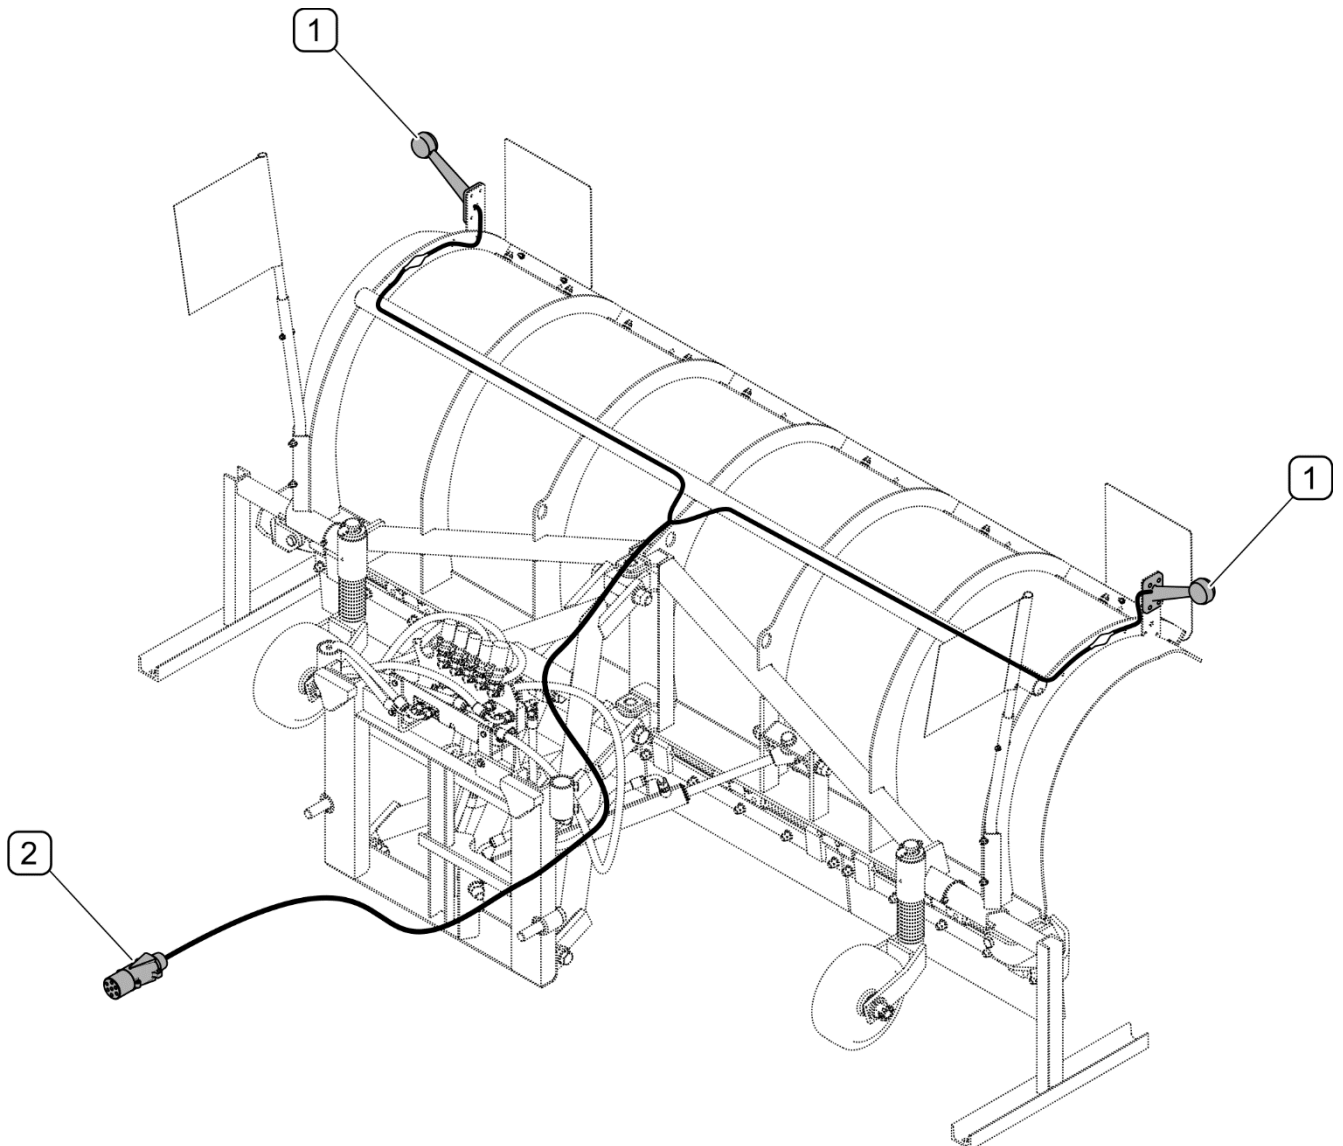

FIGURE 3.11 Construction de l'installation électrique (les chasse-neige à commande électro-hydraulique)
(1) - feux d'encombrement; (2) - fiche d'alimentation
L'installation électrique des chasse-neige à commande hydraulique (en configuration pour les véhicules MB UNIMOG) est utilisée pour alimenter les feux d'encombrement (1). L'installation électrique (FIGURE 3.11) est connectée au porteur au moyen d'une fiche (2).